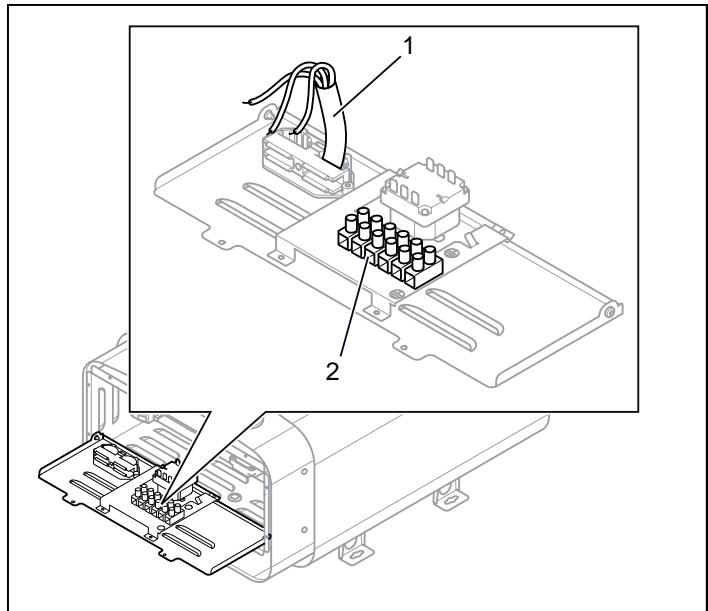

Fig 6: Kretskortet
3. Anslut elkabeln (1) i plint (2) (se Fig 6, sidan 3) enligt kopplingsschema (se Avsnittet Anslutning/kopplingsschema, sidan 4).